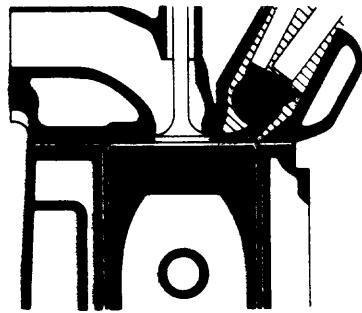

Fig. 1
- *motor con inyección directa sin turbulencia* (fig. 1). Es aquel donde la inyección del combustible tiene lugar en la cámara de combustión, con un movimiento relativamente tranquilo del aire.